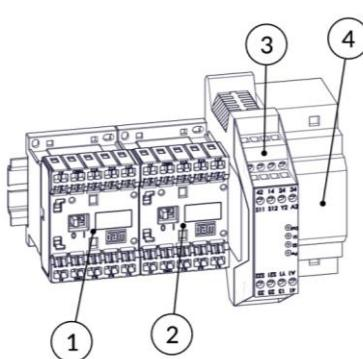

FIG. 7
- f) Inspecione todo o conjunto elétrico (contatores (FIG. 7), relê de segurança (FIG. 7) e fonte 24 V (FIG. 7)) e verifique se há contaminação destes componentes por agentes externos agressivos ao sistema, tipo: sabão, água, insetos, etc. Verificar também a integridade dos cabos elétricos e seus terminais elétricos. Caso haja contaminação do sistema, deve-se proceder a troca do componente degradado;